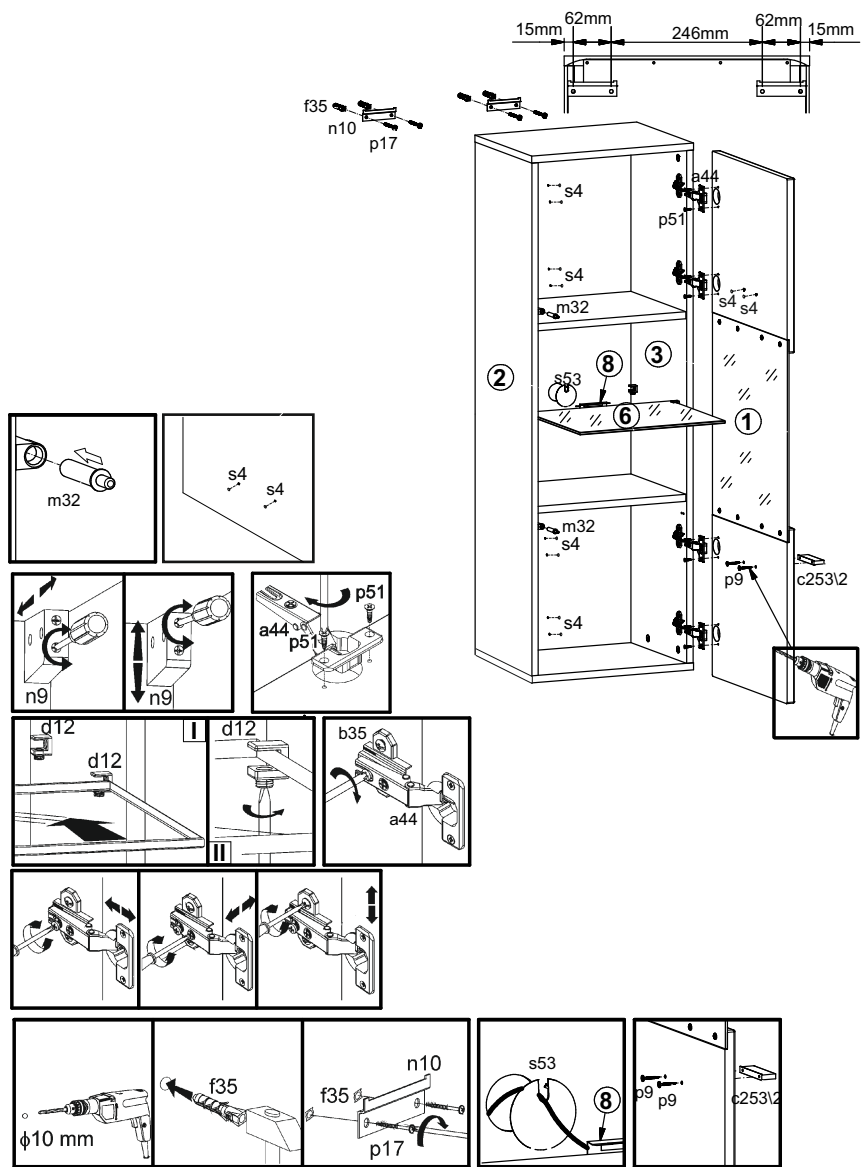

Рисунок 6
12. В корпуса демпфера **m34** вставить демпферы двери **m32** (см.рис. 6).
13. Положить дверь **1** фасадной поверхностью вниз на ровную поверхность и закрепить на ней петли шарнирные **a44** шурупами **p51** (см.рис. 6).
14. В зависимости от выбранного варианта навесить дверь **1** на корпус шкафа, совместив петли шарнирные **a44** с направляющими петель **b35**. При необходимости отрегулировать положение дверей вращая регулировочные винты (см.рис. 6).
16. Для навешивания шкафа навесного на стене с помощью карандаша и линейки разметить отверстия, как показано на рис. 6.
17. В стене просверлить отверстия $\varnothing 10$ мм (см. рис. 6).
18. Вбить в отверстия в стене пластмассовые дюбеля **f35** (см. рис. 6).
19. При помощи шурупов **p17** закрепить петли для навешивания **n10** на стене (см. рис. 6).
20. Навесить шкаф на петли **n10** (см. рис. 6).
21. Отрегулировать положение шкафа навесного как показано на рис.6.
22. Закрепить **диодную подсветку PRISMATIC 8** на полке стеклянной **6** (см. рис. 6). **Правила монтажа содержатся в инструкции, прилагаемой к вышеуказанному изделию.**
23. Закрыть отверстия $\varnothing 40$ мм в стенке задней **7** заглушкой **s53** (см. рис. 6).
24. Установить полку стеклянную **8** в полкодержатели стекла **d12**. Зафиксировать полку стеклянную с помощью отвертки (см. рис. 6).
25. Оставшиеся отверстия $\varnothing 5$ мм на двери **1** и стенки боковой **2** (либо стенки боковой **3** для левостороннего открывания двери **1**) закрыть заглушками **s4** (см. рис. 6).